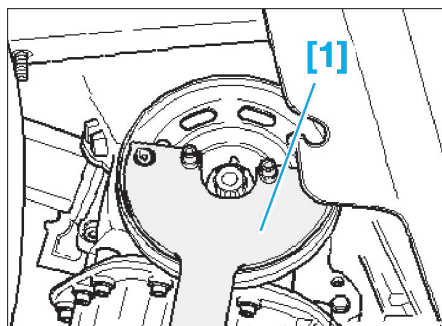

Fig. 6
- [1]. Outil de blocage de poulie (réf. 3415 et réf. 3415/1) (Fig.6).
- Desserrer la vis de fixation de la poulie à l'aide de l'outil [1] puis la déposer (Fig.6).
- Pour tourner le vilebrequin, mettre en place la poulie de vilebrequin et serrer la vis centrale (Fig.6).